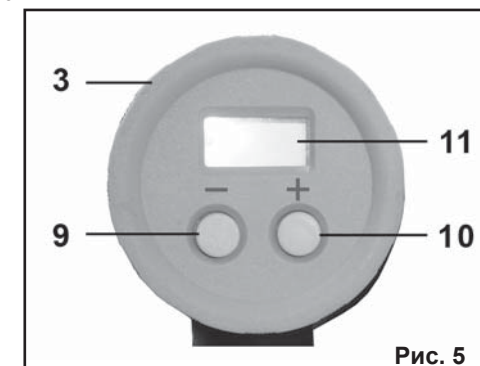

Рис. 5
7.3. Точная установка температуры при работе с пистолетом ПТЭ-2000/ДП (Рис.5).